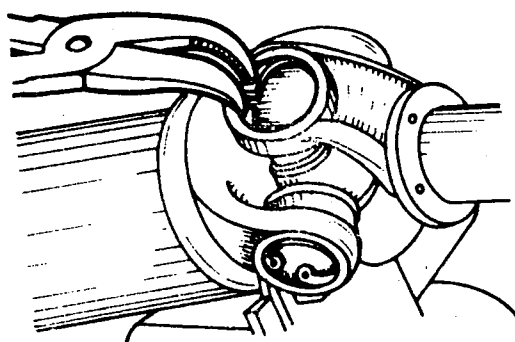

Fig. 1
- b Retire os retentores dos rolamentos (fig. 1), usando um alicate.